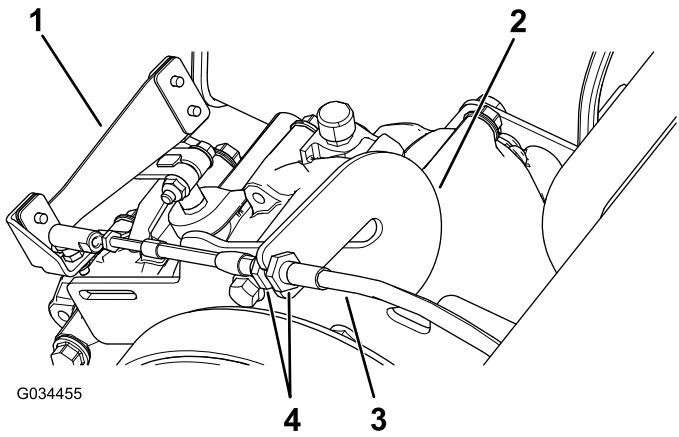

Figura 60
1. Afloje las contratuerca del cable de la palanca de cambios y ajústelas cuanto sea necesario (Figura 60).
2. Pruebe la posición de la palanca de cambios girando el selector a las 3 posiciones distintas y compruebe si la palanca (Figura 60) cambia correctamente al cambiar de marcha; consulte Palanca de cambios e indicador de cambio de marcha (página 14).